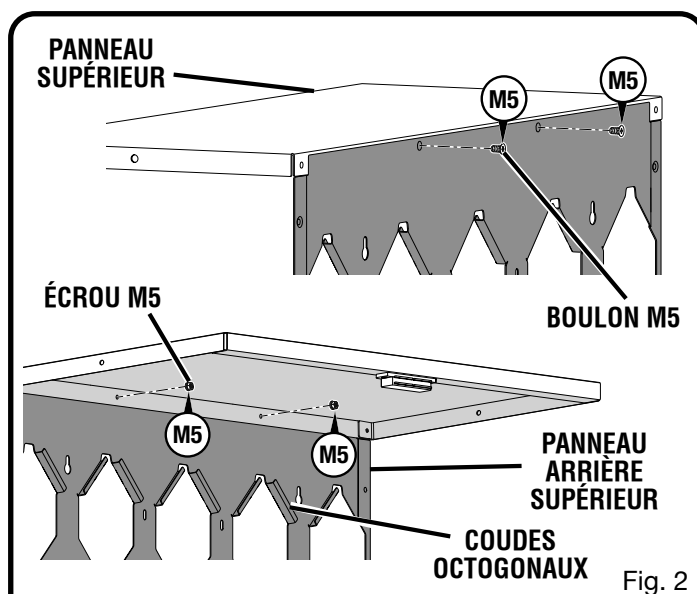

Fig. 2
Voir les figures 2 à 9.
- Aligner les trous du panneau supérieur et du panneau arrière supérieur comme il est illustré à la figure 2.
- Insérer les boulons M5 (2) dans les deux trous arrière au centre des panneaux comme il est illustré à la figure 2. Fixer à l'aide des écrous M5 (2).